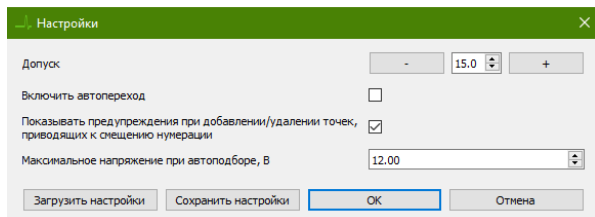

Рисунок 17. Окно настройки порога ошибки измерений ПО EPLab.
- Измените значение допуски, для этого перейдите в "Файл" -> "Настройки" главного меню и установите нужное значение в поле "Допуск" (Рисунок 17).